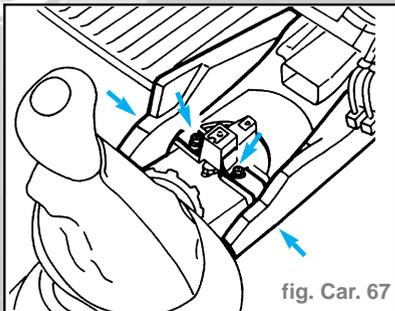

fig. Car. 67
- Dévisser les vis et déplacer les conduits d'air latéraux (fig. Car. 67).